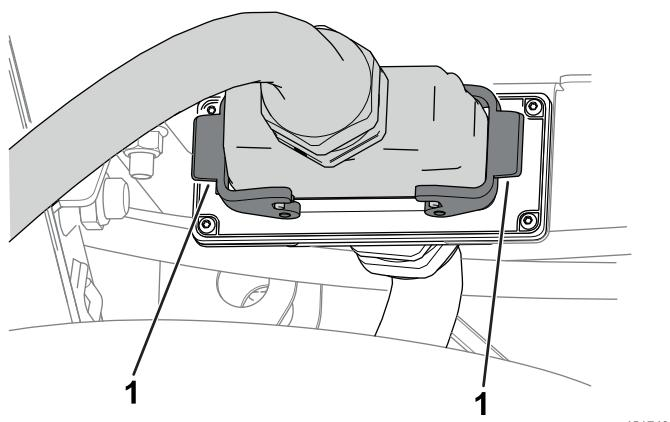

Figure 6
8. Sécurisez la connexion avec les verrous du connecteur de la machine (Figure 6).